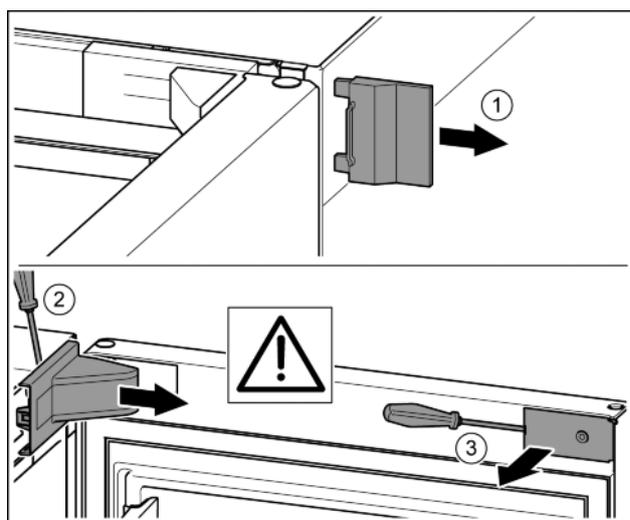

Fig. 6
- ▶ Äußere Abdeckung abnehmen. Fig. 6 (1)
- ▶ Lagerbockabdeckung mit Hilfe eines Schraubendrehers ausrasten und lösen. Lagerbockabdeckung abnehmen. Fig. 6 (2)
- ▶ Blende mit Schlitzschraubendreher ausrasten und zur Seite schwenken. Fig. 6 (3)